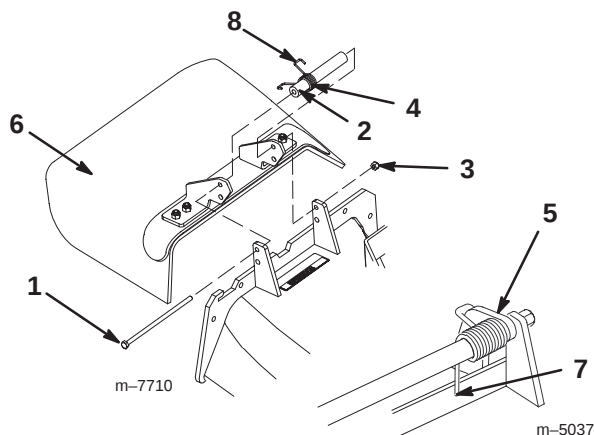

Figure 68
1. Retirez le contre-écrou, le boulon, le ressort et l'entretoise qui fixent le déflecteur aux supports de pivot (Fig. 68).
5. Accrochez l'extrémité crochue du ressort au déflecteur d'herbe (Fig. 68).